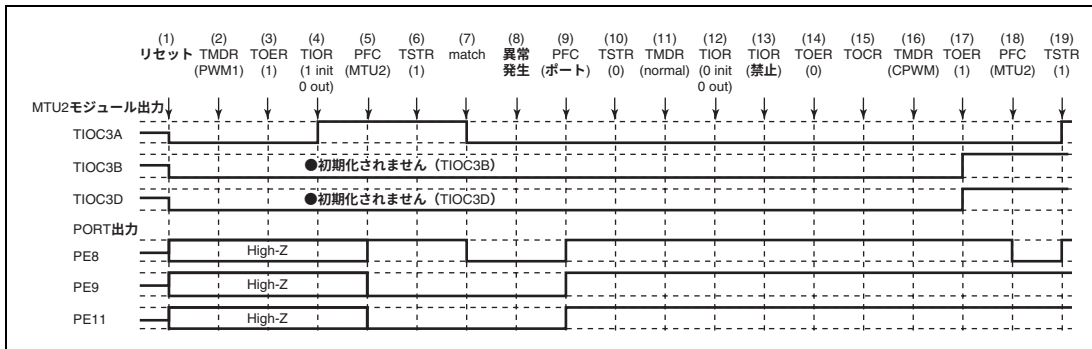

図 12.127 PWM モード 1 で異常が発生し、相補 PWM モードで復帰する場合
PWM モード 1 で異常が発生し、再設定後相補 PWM モードで再スタートする場合の説明図を図 12.127 に示します。
(1) ～ (14) は図 12.127 と共通です。
(15) TOCR でリセット同期 PWM の出力レベルと周期出力の許可禁止を選択してください。
(16) リセット同期 PWM を設定します。
(17) TOER でチャンネル 3、4 の出力を許可してください。
(18) 汎用入出力ポートで本モジュール出力としてください。
(19) TSTR で再スタートします。